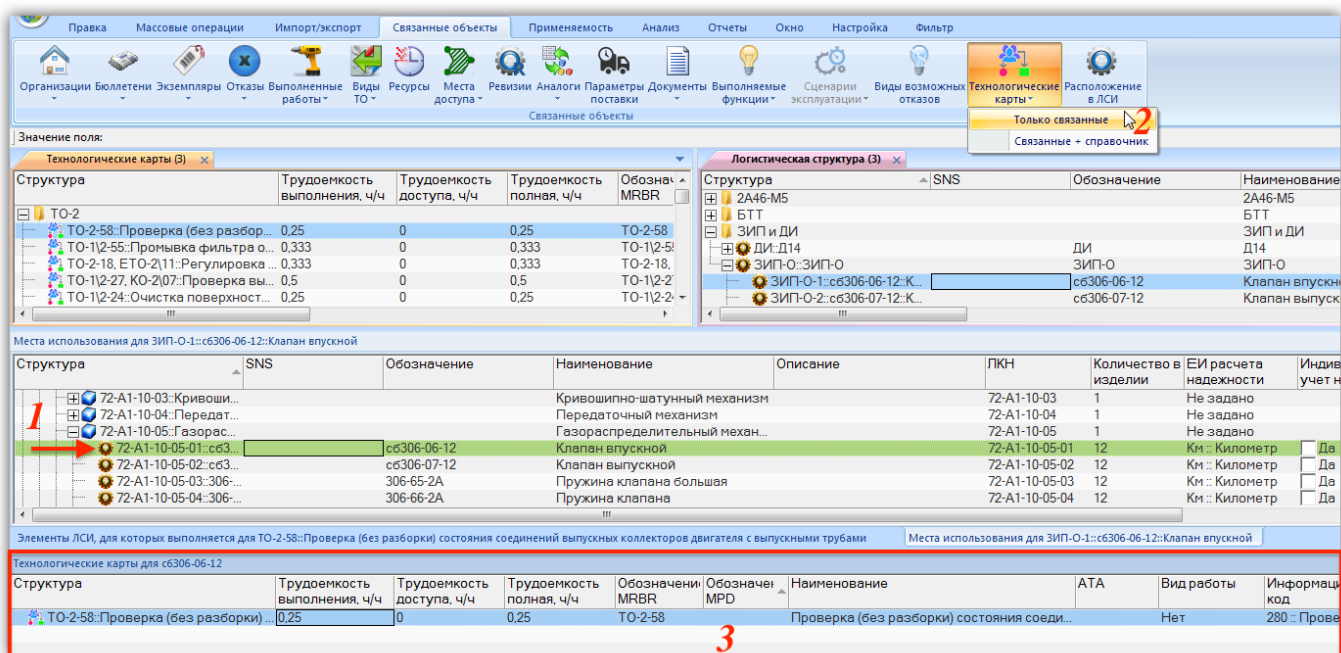

Рис. 17-48 – Техкарты, связанные с данным месторасположением компонента сб306-06-12 в ЛСИ
- 1) Выбрать компонент в окне «Логистическая структура» или «Места использования» (1 на рис. 17-48).